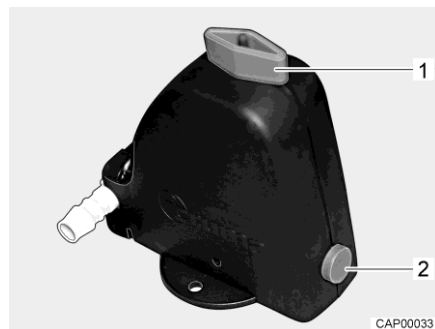

Fig. 184 Valve de sécurité et de vidange (Truma)
- Fermer la valve de sécurité et de vidange (Truma). Tourner pour cela le bouton rotatif (Fig. 184,1) dans le sens transversal par rapport à la valve de sécurité et de vidange et enfoncer le bouton-poussoir (Fig. 184,2). Lorsque la température descend en dessous de 6 °C, la valve de sécurité et de vidange ne peut pas être fermée. C'est pourquoi il faut mettre le chauffage de l'espace habitable en marche et attendre que la température à la valve de sécurité et de vidange remonte au dessus de 6 °C.